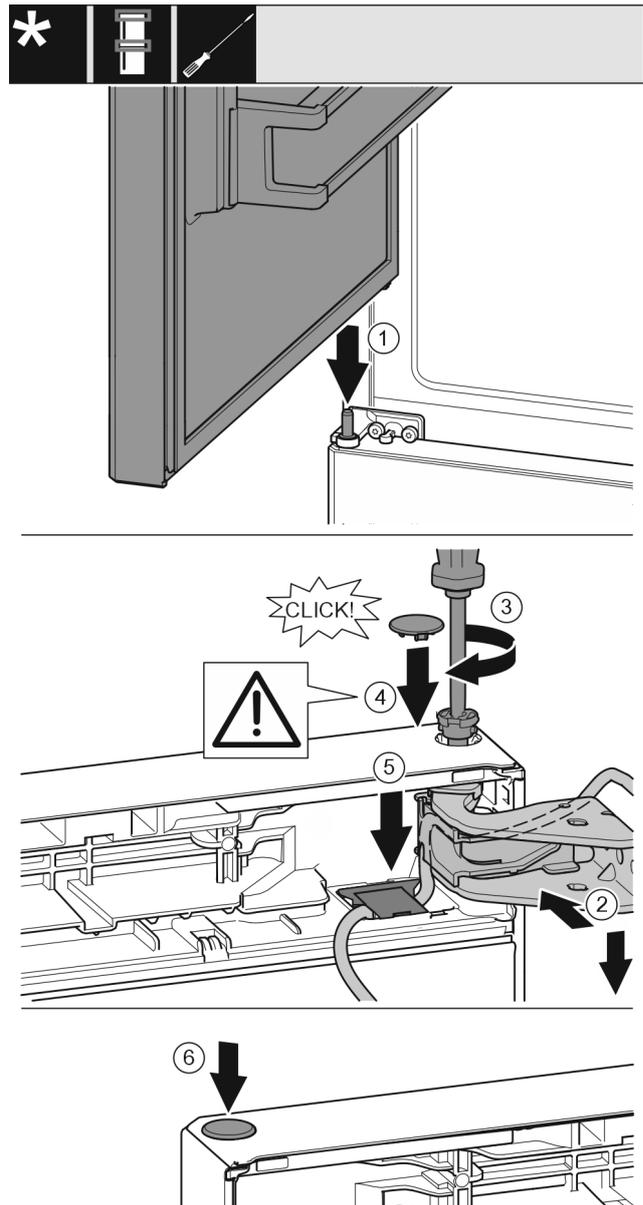

Fig. 42
- ▶ Sett øvre dør inn på midtre lagerbolt. Fig. 42 (1)
- ▶ Rett ut døren øverst mot åpningen i lagerbukken. Fig. 42 (2)
- ▶ Sett inn bolten, og skru den fast med skrutrekker T15. Fig. 42 (3)
- ▶ Montere sikringsdekslet for å sikre døren: Sett inn sikringsdekslet, og kontroller at det ligger på døren. Ellers settes bolten helt inn. Fig. 42 (4)
- ▶ Sett inn deksel og trykk ned inntil det hektes inn. Fig. 42 (5)
- ▶ Sett inn proppen. Fig. 42 (6)